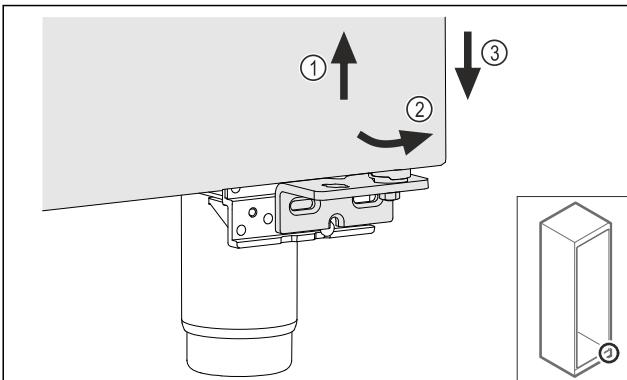

Fig. 21
- Lagano podignite vrata Fig. 21 (1), dolje ih nagnite prema naprijed Fig. 21 (2) i spustite Fig. 21 (3).